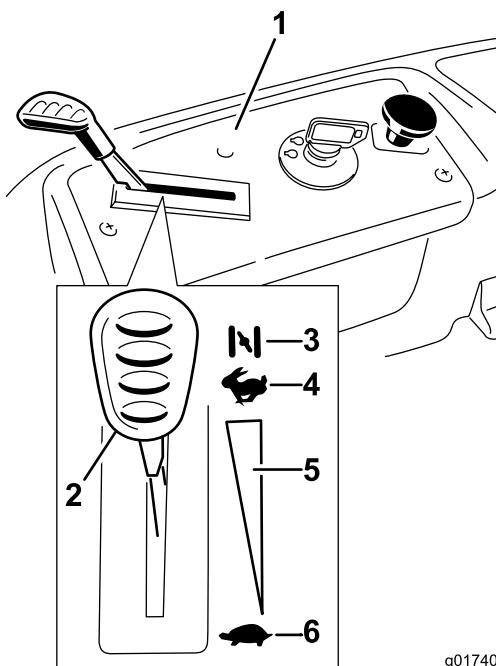

Figura 12
3. Mueva la palanca del acelerador a la posición Estárter antes de arrancar el motor si éste está frío (Figura 12).
- Cuando el motor arranca, mueva el acelerador a la posición Rápido (Figura 12). Si el motor se cala o funciona irregularmente, vuelva a colocar el acelerador en Estárter durante unos segundos. Repita este procedimiento tantas veces como sea necesario.
2. Coloque la palanca del acelerador en una posición entre media y plena potencia (Figura 12).